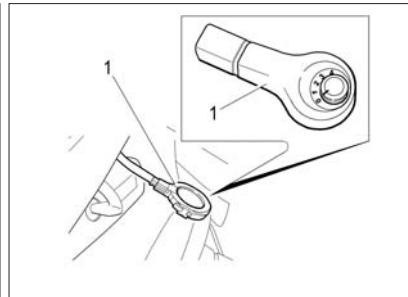

Рис. 32. Датчик дождя и освещенности
**В варианте исполнении** автомобили оснащаются совмещенным датчиком дождя и освещенности, который расположен на ветровом стекле за зеркалом заднего вида (рис. 32).
Для включения системы очистки необходимо переключатель чувствительности датчика дождя 1 (см. рис. 32), расположенный за зеркалом заднего вида в накладке датчика перевести из положения **0** в любое другое положение от **1** до **4\*\***,